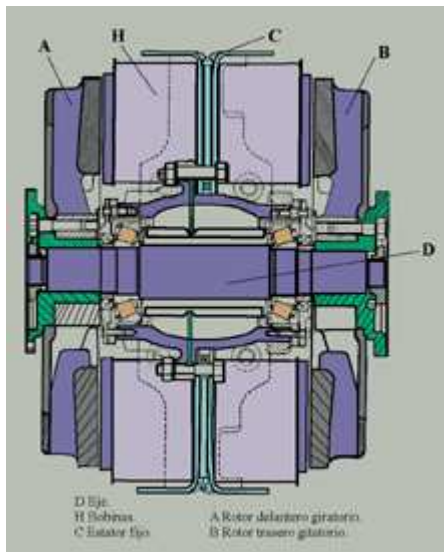

Fig. 23
- **Decelerador electrodinámico (freno eléctrico) (figs. 23 y 24)**